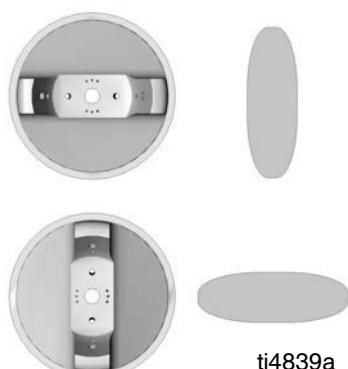

FIG. 2
- Rode o espalhador para obter o padrão de pulverização desejado. Consulte FIG. 2.